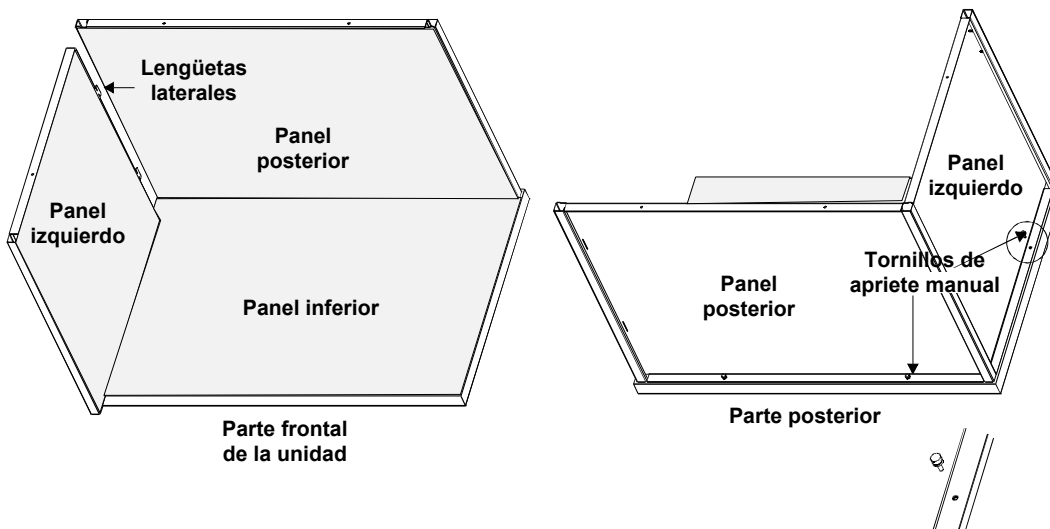

Figura 3. El panel izquierdo en los paneles posterior e inferior
- Mientras sujeta el panel trasero, introduzca las lengüetas laterales del panel izquierdo (#2) en el panel trasero (#3). Fije el panel izquierdo al panel inferior con los tornillos de mano, tal como se muestra en la Figura 3.